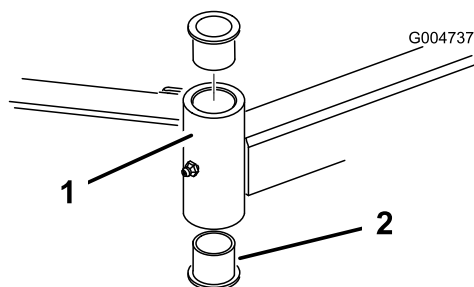

Figure 102
4. Insérez un chasse-goupille dans le haut ou le bas du tube de montage et chassez la bague hors du tube (Figure 102).